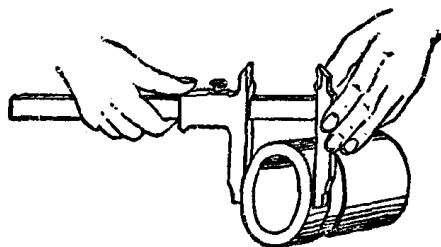

图13 用游标卡尺测量外径较大工件时的拿法
(7) 当利用较长的游标卡尺测量尺寸较大的工件时，必须用两只手来使用游标卡尺 (如图 13)。